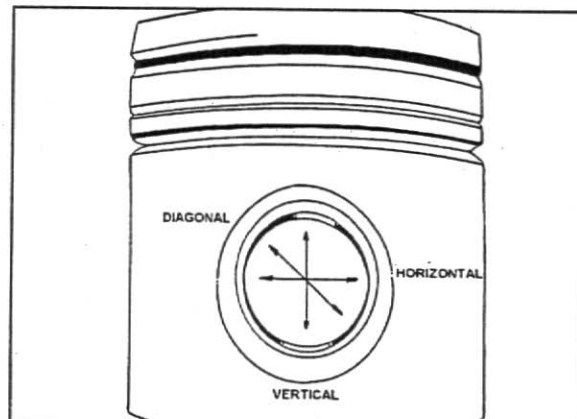

Fig. 5
4. Meça o alojamento do pino no êmbolo com um medidor de diâmetro interno: (S4)34,928 - 34,934mm ou 1,3751 - 1,3753 pol e (S4T/S4T Plus) 38,103 - 38,109 mm ou 1,5001 - 1,5004 pol. As medidas deverão ser tomadas nas direções horizontal, vertical e diagonal em relação ao furo que aloja o pino, figs. 5.